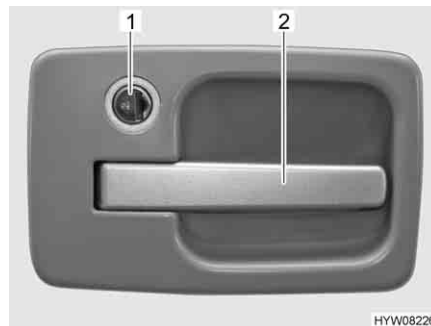

Fig. 23 Serrure de la porte, porte cellule, à l'extérieur
- Insérer la clé dans le barillet (Fig. 23,1) et la tourner jusqu'à ce que la serrure de la porte soit déverrouillée.
- Tirer sur la poignée de la porte (Fig. 23,2). La porte est ouverte.
- Insérer la clé dans le barillet (Fig. 23,1) et la tourner jusqu'à ce que la serrure de la porte soit verrouillée.